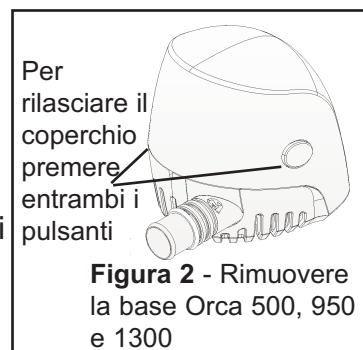

Figura 2 - Rimuovere la base Orca 500, 950 e 1300
Per rimuovere il corpo della pompa, appoggiare una mano sul corpo, premere le linguette di bloccaggio (occhi) e sollevare il corpo dalla cuffia base. **Nota** Il motore verrà rimosso unitamente al corpo. (vedere figura 2)
- Rimontare il corpo pompa sulla base. Inserire il corpo nella cuffia base, fino a quando le linguette della base penetrano completamente nei fori sul corpo (vedere figura 2 / 3).